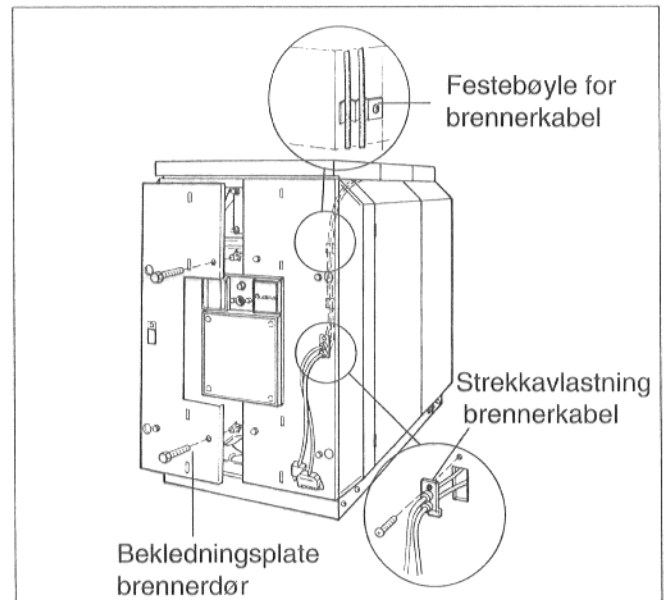

Fig. 45
- Brennerkabel med strekkavlastning settes inn i brennerdøren's isolasjon og mantel som vist på fig. 45.
- Brennerkabel føres opp i utsparring til brennerdørens mantel og festes med festeboyle, slik at brennerkabelen ikke berører noen av kjelen's varme deler (Fig. 45).
- Bekledningsplatene til brennerdøren henges på plass fra front, og skrues fast til døren med 4 maskinskruer (Fig. 45).